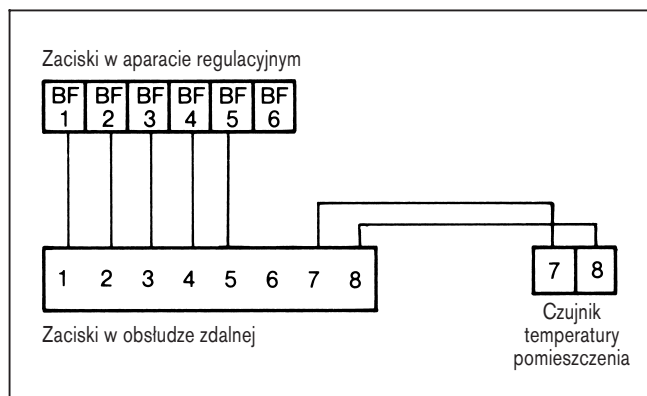

Rys. 2
- 2.2 Czujnik temperatury pomieszczenia należy umocować w stosownym miejscu przy pomocy załączonych śrub i dybli (Rys. 2).